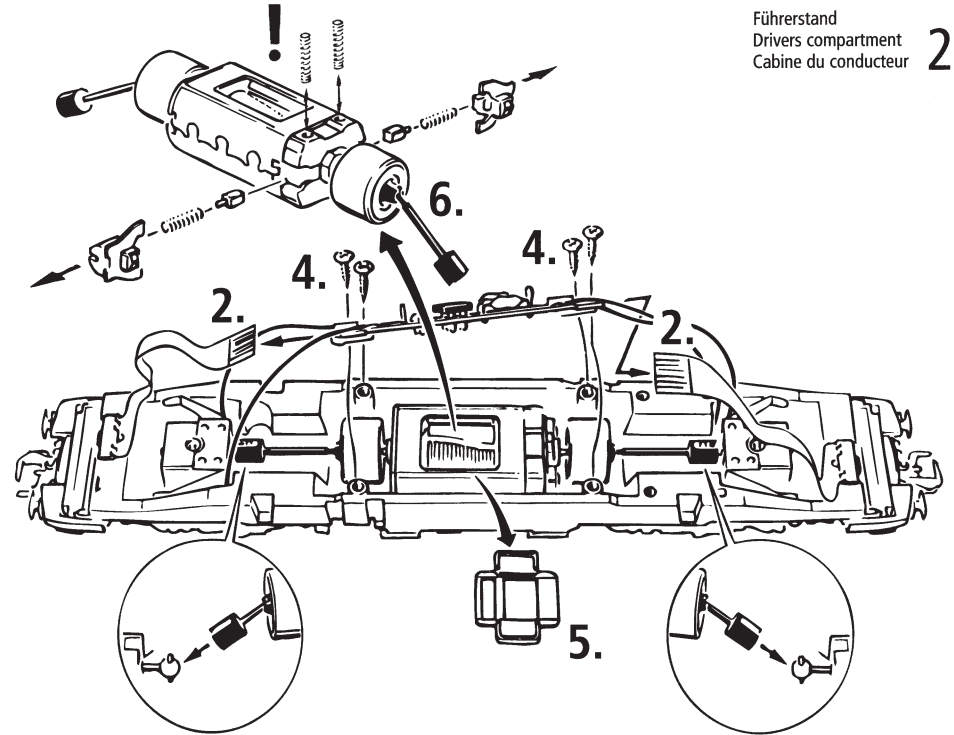

Fig. 10
Ausführung für Wechselstrom: siehe Fig. 10 + (I -XX).
Version en courant alternatif: voir fig. 10 (I - XX).
A. C. operation: see fig. 10 (I - XX).